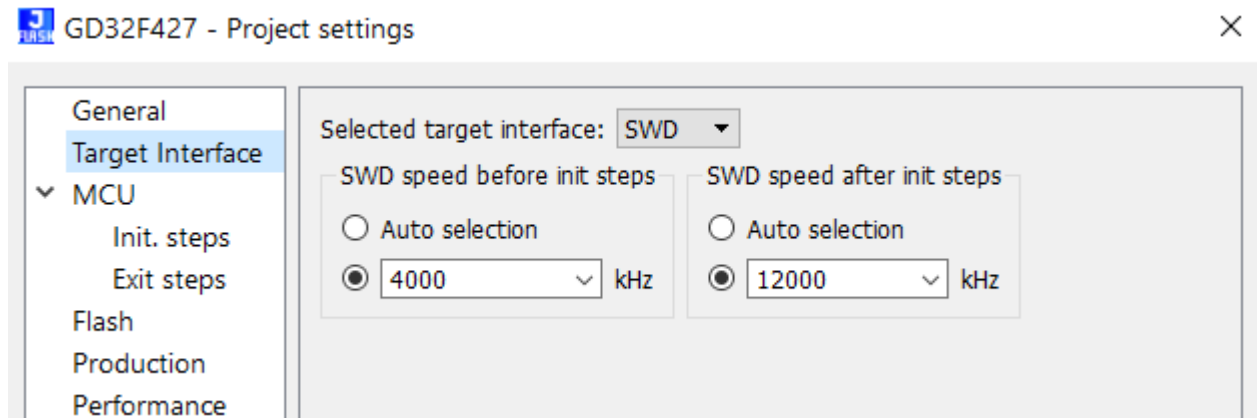

Рисунок 5
7) Выбрать «Options» → «Project settings» → «Target Interface», установить «SWD speed after steps» в 12000 kHz, см. Рисунок 5.